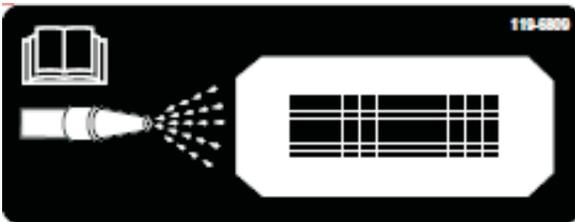
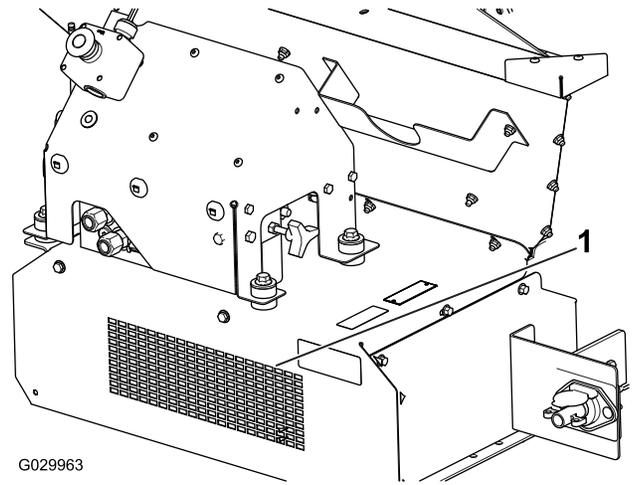

图57
图58
10. 找到机器前面的清洗口标贴（图57），使用浇水软管喷淋前后保护网，直到底盘上的物料被完全清除（图58）。